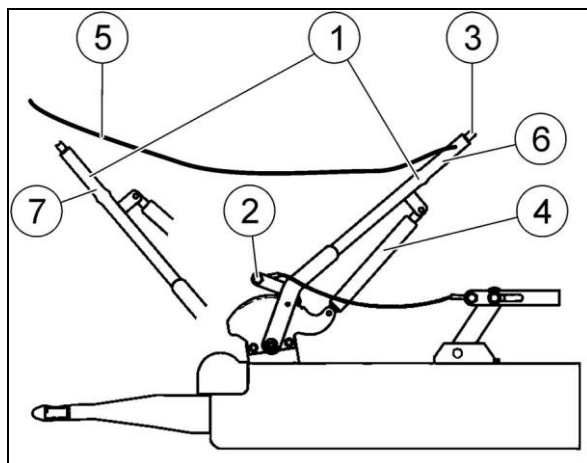

Bild 77
1. Dra kraftigt i rivlinan (Bild 77/5) från traktorn innan du lämnar traktorn.
- Handbromsspaken (Bild 77/1) svänger över dödpunkten framåt och i position (Bild 77/7). Arreteringsbromsen är nu åtdragen.